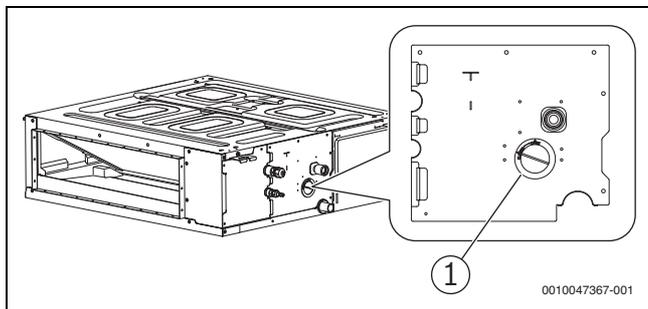

Fig. 26
- ▶ Deschideți capacul de testare a apei (→ Fig. 26) de pe corpul mașinii, acesta trebuie să fie deșurubat în timpul testului de evacuare pentru a verifica dacă pompa pentru drenaj este pornită și dacă există vreo problemă cu pompa pentru drenaj.